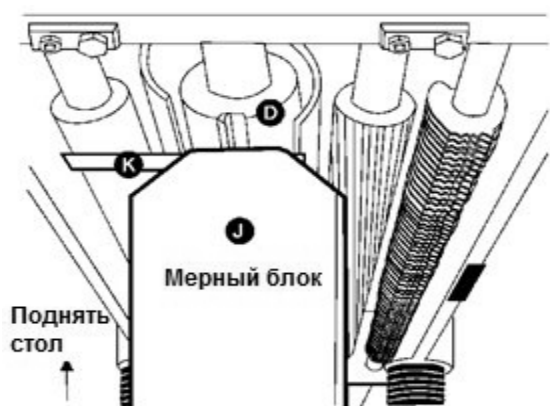
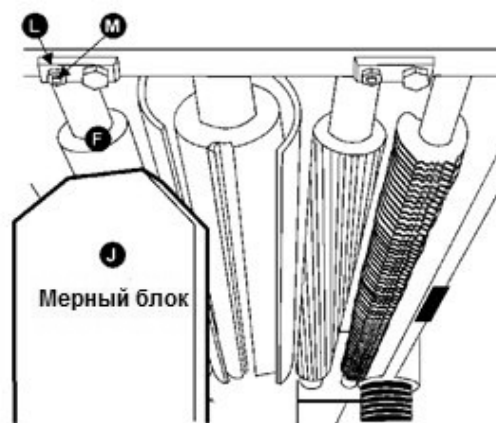

Рисунок 23.
Рисунок 24.
Отключите станок от сети, убедитесь, что ножи настроены должным образом, установите мерный блок J (рис. 23) на столе непосредственно под ножевым валом D. Используя щуп толщиной 0.5 мм (K), расположенный в верхней части мерного блока, поднимайте стол, пока нож не коснется щупа, когда нож находится в самом нижнем положении. Не изменяйте положение стола, пока не отрегулируете вал приема. Извлеките щуп и сдвиньте мерный блок J (рис. 24) под один конец вала приема F. Нижняя часть вала приема должна только касаться вершины мерного блока. Если необходима настройка вала приема, ослабьте гайку L и поверните винт M, пока вал приема не коснется мерного блока. Затем затяните гайку L.